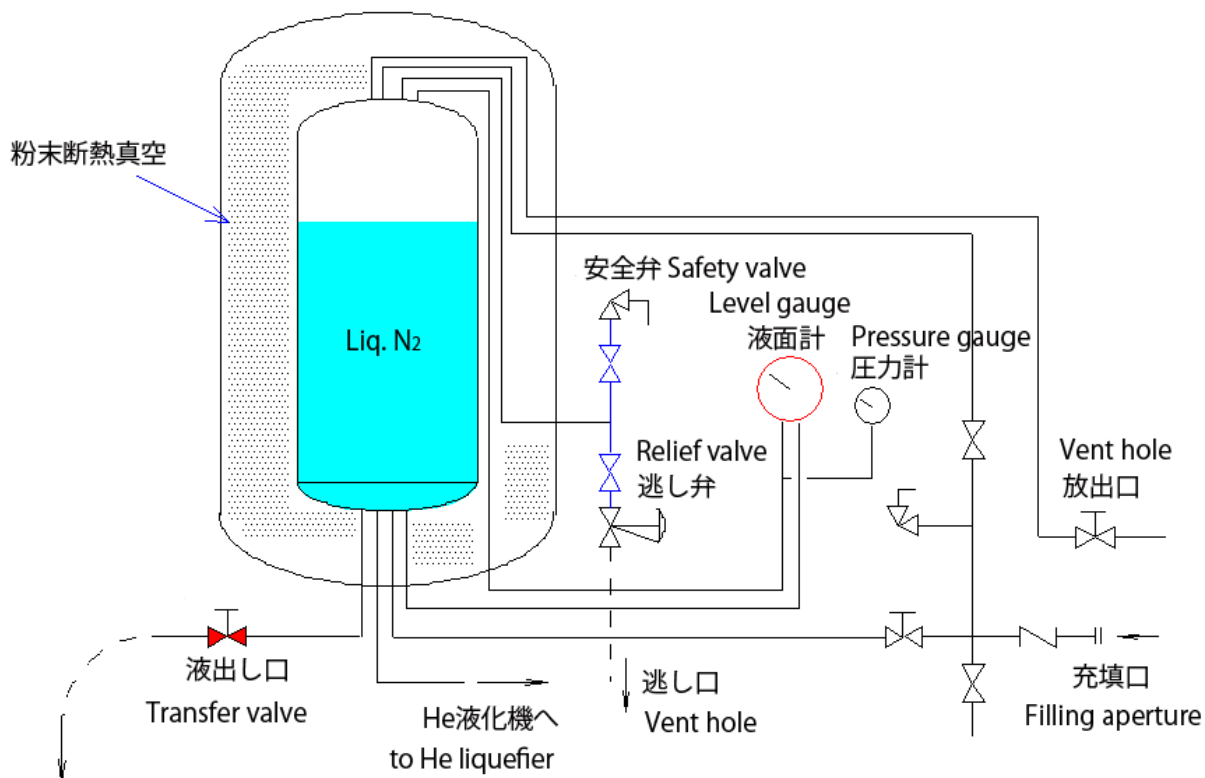

Fig. 7. 液体窒素貯槽の構造 Structure of liq. N2 tank
- g) 液体窒素を汲み出す時、貯槽のバルブは液出し用のもの以外にはさわらない。Fig. 7 に液体窒素の貯槽の構造を示す。液体窒素の液面は液面計(差圧計)により、液面上のガス圧と貯槽内底部の液圧との差から知らなっている(液面計の目盛りは液量ではなく液の高さを表示している)。ユーザーは槽内の圧力を利用し液出し口から液体窒素を汲み出す。